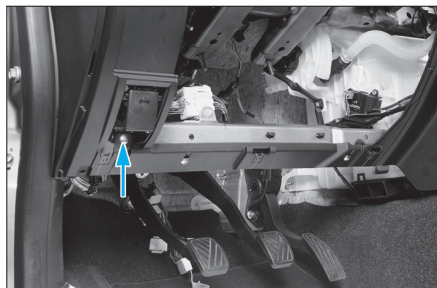

FIG. 37
- Dévisser la fixation (vis cruciforme) du support du levier d'ouverture de capot puis dégager le levier (**Fig.37**).